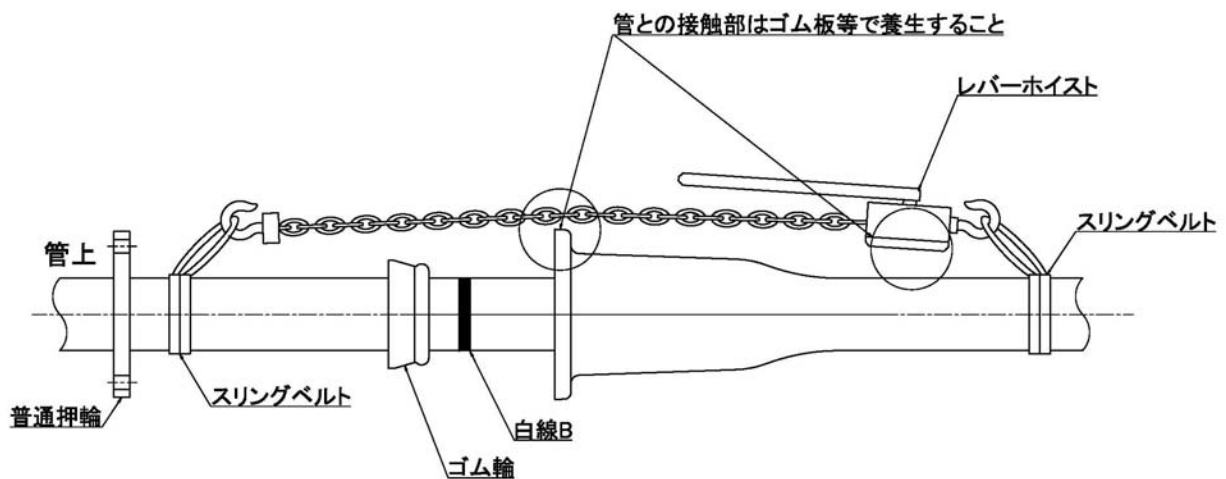

図 15 レバーホイストによる挿入
(2) ロックリングの拡径が困難な場合は、レバーホイストおよびナイロンスリングを図 15 のようにセットし、レバーホイストで挿し口を引き込む。